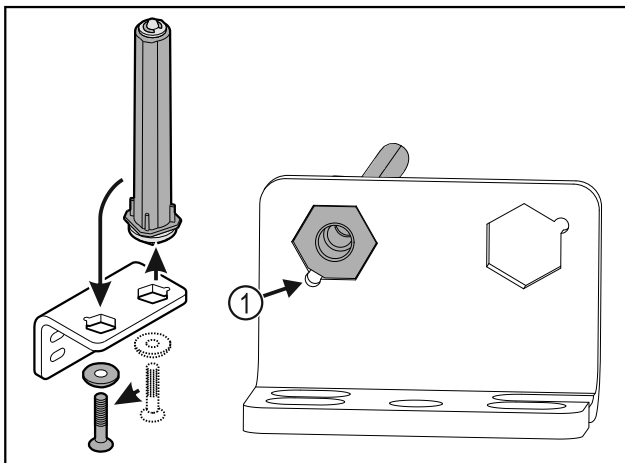

Fig. 39
- ▶ Let erop dat bij het plaatsen de boutafschuining Fig. 39 (1) naar het ronde gat wijst.